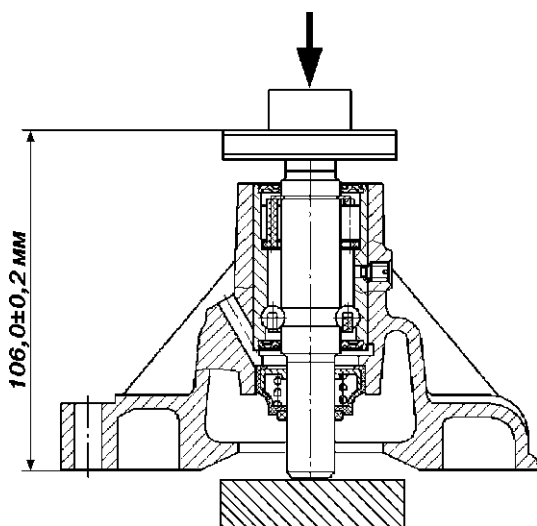

Рис. 4.54. Напрессовка ступицы шкива на вал
- напрессуйте ступицу шкива вентилятора на валик подшипника, выдержав размер $106 \pm 0,2$ мм (рис. 4.54). При напрессовке ступицы необходимо разгрузать корпус, фиксатор и подшипник насоса от усилий запрессовки, т.е. упор при напрессовке должен осуществляться на торец валика;